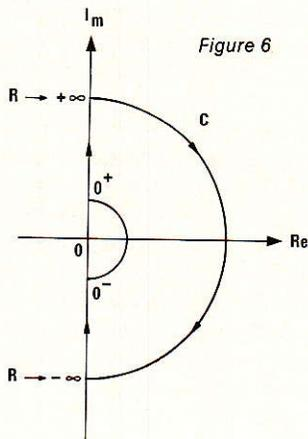

Figure 6
- par l'axe des imaginaires, à l'exclusion toutefois de l'origine (petit cercle 0^- , 0^+ de la figure 6).
- par le demi-cercle centré sur l'origine, et de rayon R infiniment grand ($+\infty$ et $-\infty$ dans la figure 6).